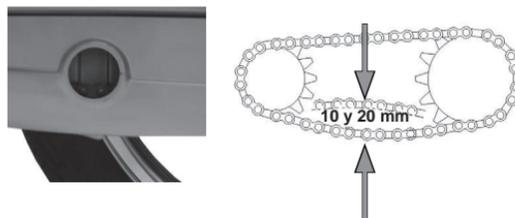

imagen 29. holgura de la cadena
2. Mover la cadena con la mano hacia arriba y hacia abajo para revisar que su holgura esté entre 10 y 20 mm. Ver imagen 29.